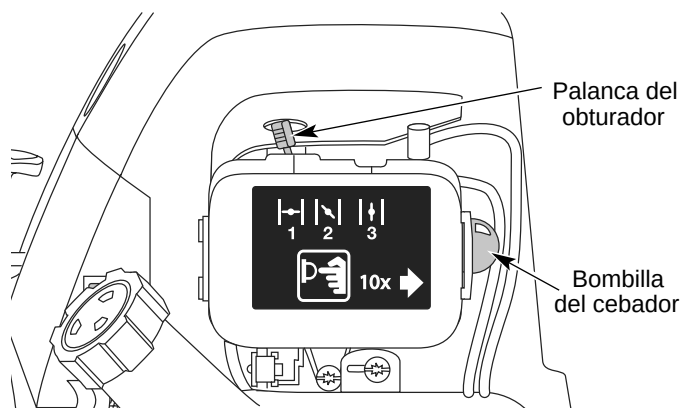

Fig. 7
4. Oprima completamente el cebador y suŹltelo 10 veces. HŁgalo lentamente. Se deberŁ ver un poco de combustible en el cebador y en las tuberŁas de alimentaci—n de combustible (Fig. 7). Si no puede ver el combustible en el cebador, oprŁmalo y suŹltelo tantas veces como sea necesario hasta que vea combustible en el mismo.
5. Coloque la palanca del obturador en Posici—n 1 (Fig. 7).